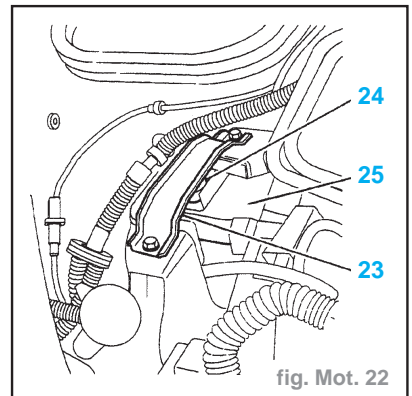

fig. Mot. 22
- Déposer (fig. Mot. 22) :
- le pontet (23)
- la butée (24)
- le support moteur droit (25)